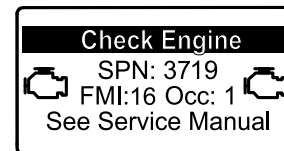

Figura 24
- Se è necessaria una rigenerazione parcheggiata, viene visualizzata un'avvertenza motore nell'InfoCenter SPN 3719, FMI 16 (Figura 24) e il computer riduce la potenza del motore all'85%.